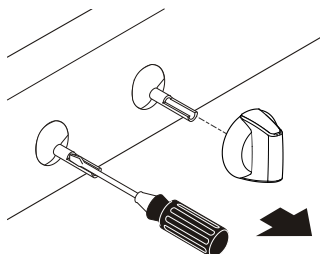
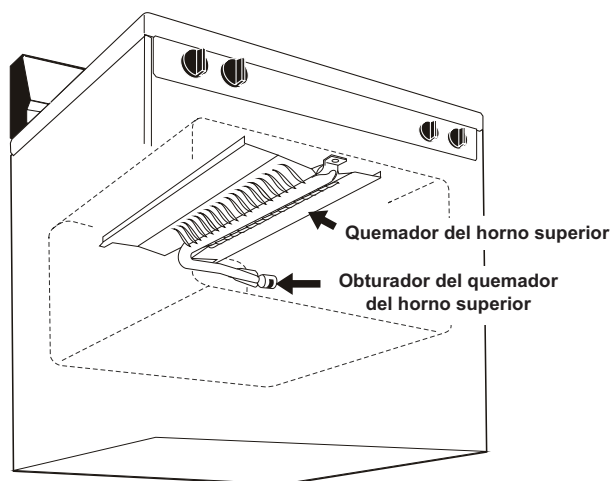

Fig. 17
Fig. 19 - ubicaciones de los quemadores del horno
- Introduzca un destornillador delgado en la varilla hueca de la válvula y ajústelo sobre el tornillo que se encuentra adentro. El tamaño de la llama se puede aumentar o reducir girando el tornillo. Gire el tornillo a la izquierda para aumentar el tamaño de la llama (vea las Fig. 17 y Fig. 19).
Para determinar si la llama del quemador del horno es correcta, retire el panel inferior del horno y baje el deflector del quemador (consulte la Fig. 19) y ajuste el horno a Hornear a 300 ° F. La longitud aproximada de la llama del quemador del horno inferior debe ser de 1 pulgada con una llama azul interna distintiva.